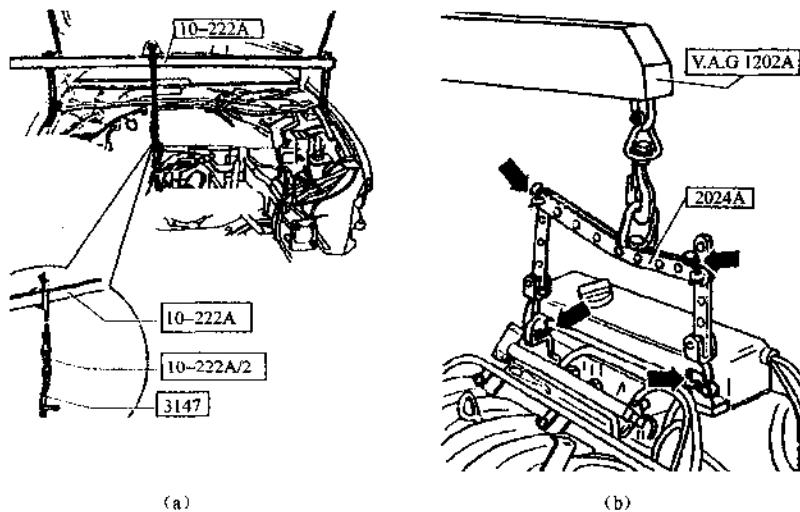

图 1.13 吊装发动机
- ⑮ 拆下起动机、前排气管。将发动机和变速器顶起, 拆下发动机和变速器下部的连接螺栓, 将发动机与变速器分开。拆下发动机上部左、右两边支承的固定螺母。如图 1.13 所示, 用小吊车将发动机缓缓吊出, 在吊的过程中, 应轻轻摆放发动机, 并注意不要碰伤其他机件。
- ⑯ 将拆下的发动机固定在 VW540 支架上进行检修。